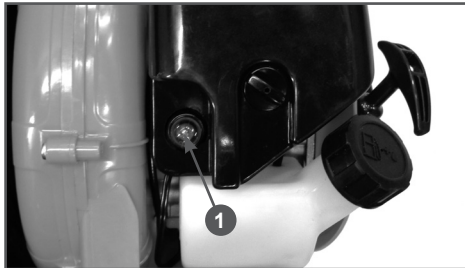

Рис. 9 Ручной топливный насос
3. Нажмите на ручной топливный насос 5-10 раз, до появления в нем топлива. Насос находится сверху от топливного бака в левой нижней части крышки воздушного фильтра (Рис. 9 п. 1).